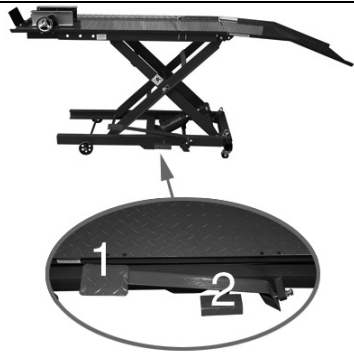
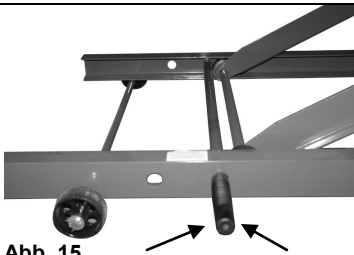

Abb. 14
Abb. 15
Um das Hydrauliksystem zu entlüften, drücken Sie das Fußpedal (Abb. 14/2) ganz nach unten und pumpen mit dem Pedal (Abb. 14/1) etwa 10 bis 20 Mal.
- Durch das Pumpen mit dem Fußpedal (Abb. 14/1) können Sie das Zweirad hochheben.
- Wenn Sie die gewünschte Arbeitshöhe erreicht haben, stecken Sie die Sicherungsstange bzw. Sicherungsstange und Sicherheitsbolzen (Abb. 15 bzw. 16) in die vorgegebene Öffnung.
- Entfernen Sie die Sicherungsstange bzw. Sicherungsstange und Sicherheitsbolzen (Abb. 15 bzw. 16) und lassen mit dem Fußpedal (Abb. 14/2) die Rampe langsam ab. **Achten Sie dabei darauf, dass sich keine Körperteile oder Gegenstände im Absenkbereich befinden, sowie im Bereich der Scheren.**
Die Absenkgeschwindigkeit kann mit dem Druck auf das Fußpedal (Abb. 14/2) kontrolliert werden. Mehr Druck bedeutet schnelleres Ablassen der Montagerampe.